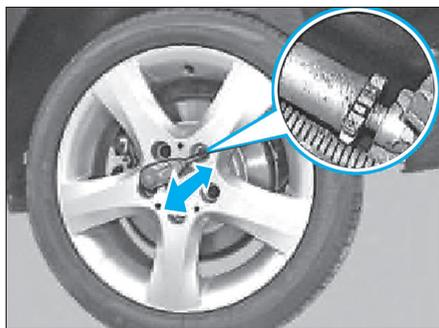

Fig. 34
- Tourner la roue jusqu'à ce que la vis de réglage soit visible dans le trou taraudé (Fig.34).